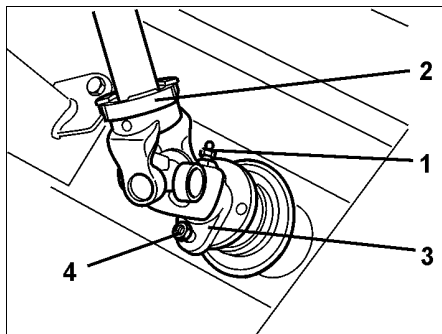

Fig. 56
- De medlevererade, lösa **brytbultarna 8x30, DIN 931, 8.8** är **reservbrytbultar** (Fig. 56/4) **gaffelflänsen för montering till flänsen** på ingående axeln på huvudväxellådan. Kraftöverföringssaxeln ska smörjas in med fett innan den skjuts på ingående axeln.